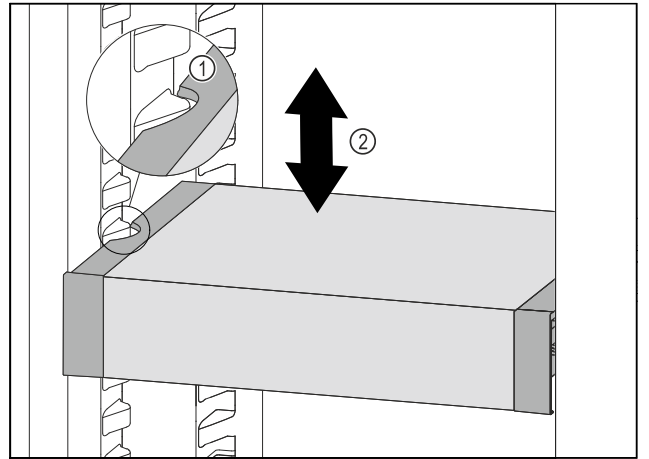

Fig. 180
- ▶ 向前移动 VarioSafe，直到 VarioSafe 两侧的凹槽与冷藏区中的容器肋梁持平。Fig. 180 (1)
- ▶ 在冷藏区中向上或向下移动 VarioSafe，直至所需高度。Fig. 180 (2)